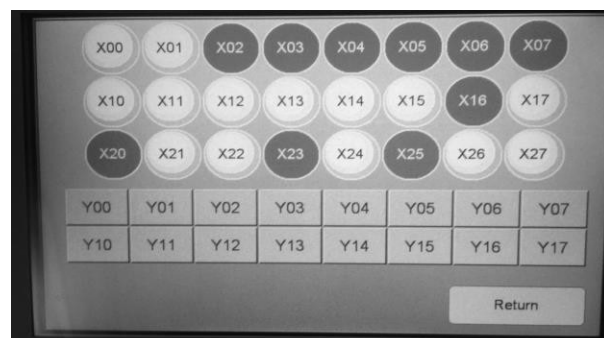

Fig. B9
8. È ora possibile controllare gli ingressi e le uscite (Fig. B9).